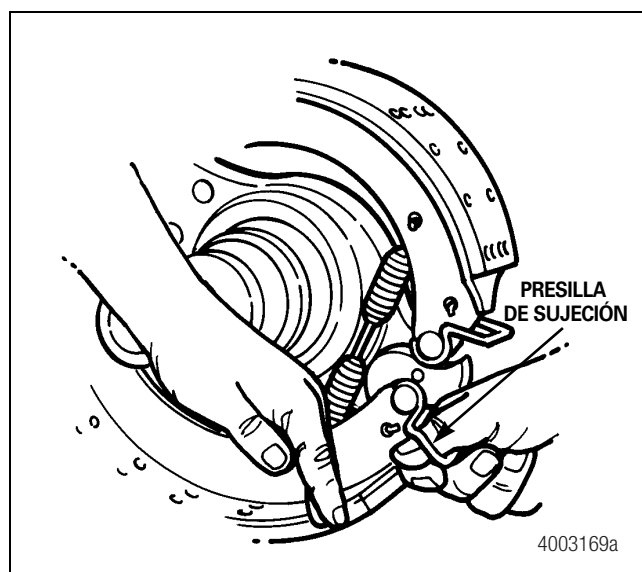

Figura 3.11
1. Empuje la zapata de freno inferior y tire de la presilla de sujeción del rodillo para desmontar el rodillo de levas inferior. Figura 3.11.